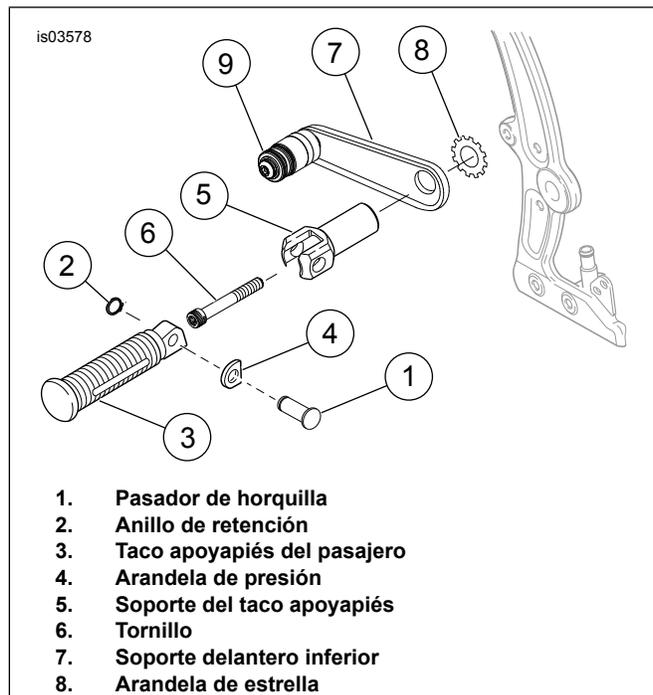

Figura 5. Instalación del taco apoyapiés del pasajero
1. Vea Figura 5. Quite el pasador de horquilla (1) y el anillo de retención (2) que aseguran el taco apoyapiés del pasajero (3) y la arandela de presión (4) al soporte del taco apoyapiés (5).
Vea Figura 5. Instale el taco apoyapiés del pasajero en el soporte del taco apoyapiés usando el pasador de horquilla (1), la arandela de presión (4) y el anillo de retención (2).